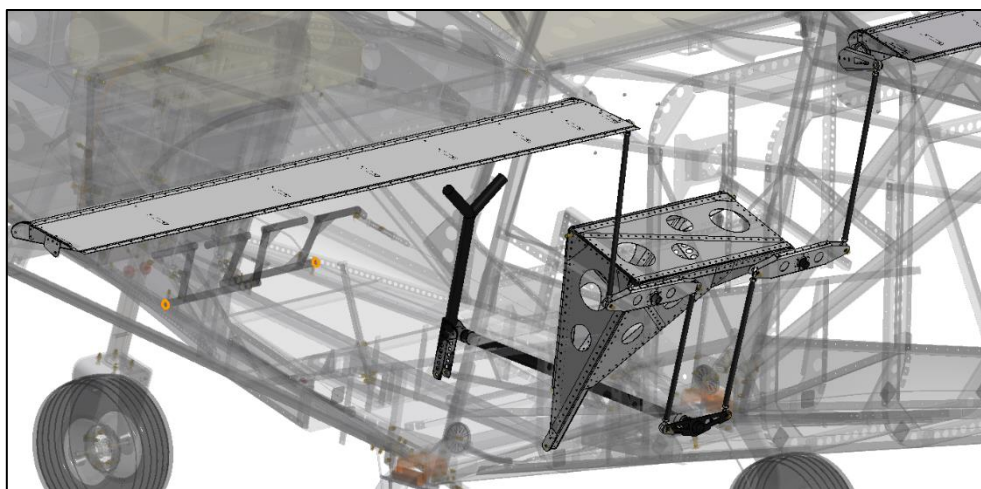
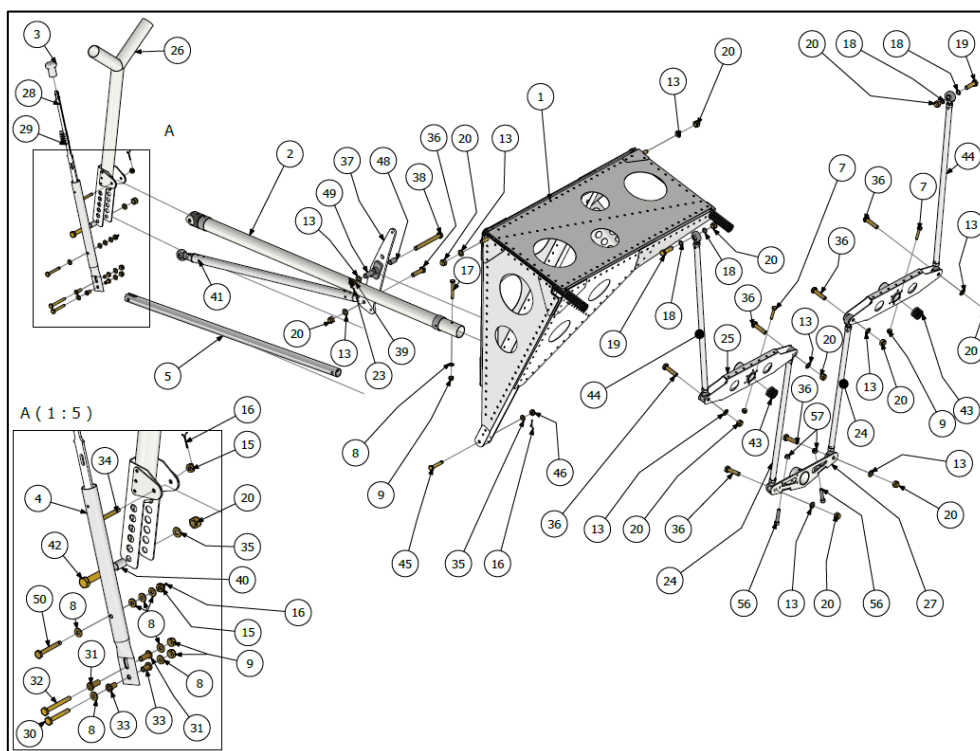

Figure 26: Système de contrôle de Flaperons avec mélangeur de Volets et Ailerons
Figure 27: Commandes longitudinales et latérales
**VOLETS:** la fonction des Volets est réalisée avec la déviation symétrique vers le bas des Flaperons, au moyen du mélangeur mécanique représenté à la *Figure 26* et *Figure 27*.